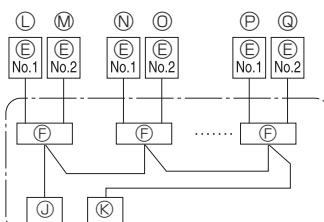

Fig. 6-2
### 6.1. Unidade exterior (Fig. 6-1, Fig. 6-2)
(1) Remova o painel de manutenção.
(2) Ligue os cabos consultando a Fig. 6-1 e a Fig. 6-2.